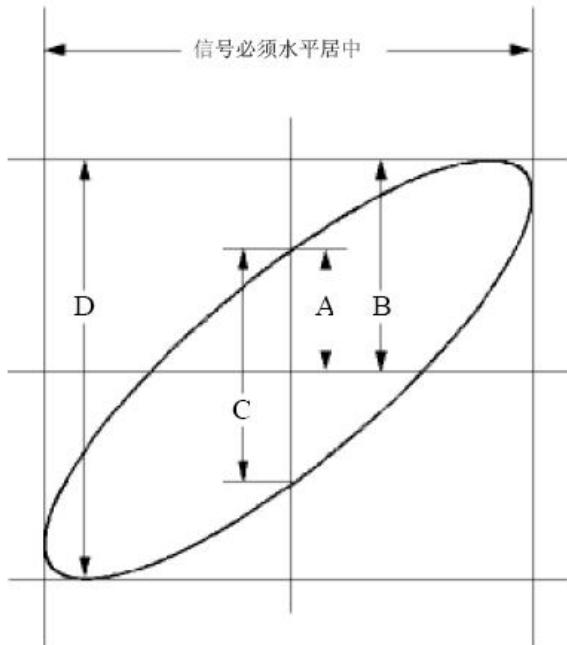

图 6-6：李沙育（Lissajous）图形
- (1) 将探头菜单衰减系数设定为 10X，并将探头上的开关设定为 10X（参见P12 的“如何进行探头衰减系数设定”）。
- (2) 将通道1的探头连接至网络的输入，将通道2的探头连接至网络的输出。
- (3) 按下 **自动设置** 按键，示波器把两个通道的信号打开并显示在屏幕中。
- (4) 调整 **垂直档位** 旋钮使两路信号显示的幅度大约相等。
- (5) 按 **显示** 面板按键，调出显示设置菜单。
- (6) 在下方菜单中选择 **XY模式**，在右侧菜单中选择 **使能** 为 **开启**，示波器将以李沙育（Lissajous）图形模式显示网络的输入输出特征。
- (7) 调整 **垂直档位**、**垂直位移** 旋钮使波形达到最佳效果。
- (8) 应用椭圆示波图形法观测并计算出相位差。见图 6-6。